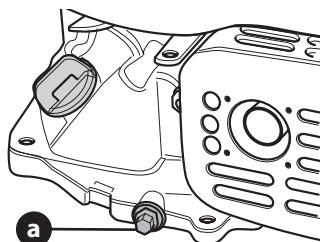

Figura 8
2. Saque el tapón de drenaje de aceite (a) y deje que el aceite se drene en un recipiente adecuado (Figura 8).